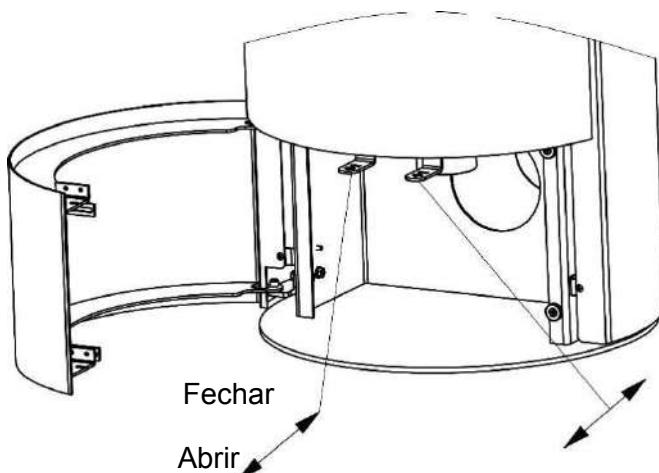

Figura 8
- 3) Quando a lenha estiver completamente inflamada, após cerca de 2 minutos, ajuste o ar conforme necessário, como mostra a Figura 8: